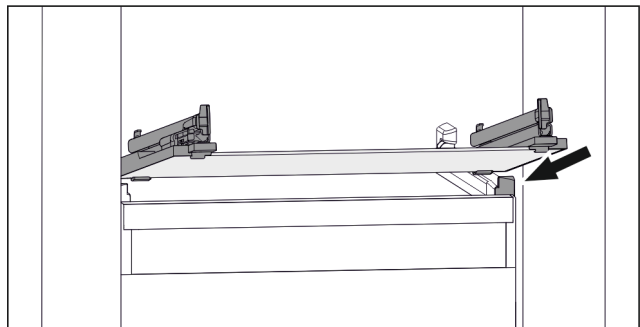

Fig. 140 Beispielhafte Darstellung der Glasplatte
- ▶ Glasplatte schräg hinter den Stopperrn aufsetzen. (zie Fig. 140)